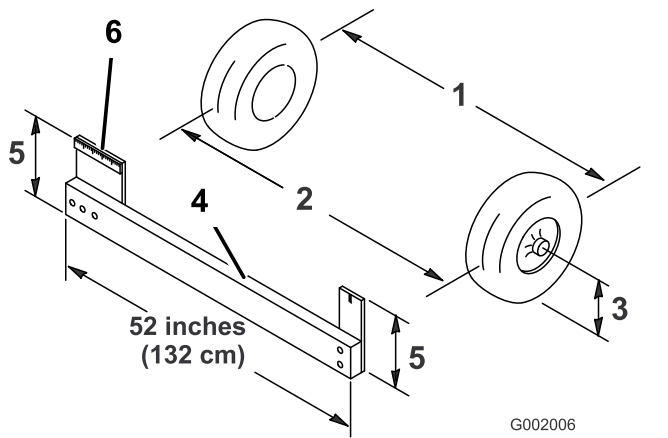

Figura 50
4. Măsurați distanța dintre anvelope la înălțimea osiei, atât în partea din față, cât și cea din spate a anvelopelor frontale (Figura 50).
Notă: Vei avea nevoie de un dispozitiv de fixare sau un indicator de aliniere pentru a măsura la nivelul părții din spate a anvelopelor față la înălțimea osiei. Utilizați același dispozitiv de fixare sau indicator de aliniere pentru a măsura cu precizie la nivelul părții din față a anvelopelor față la înălțimea osiei (Figura 50).